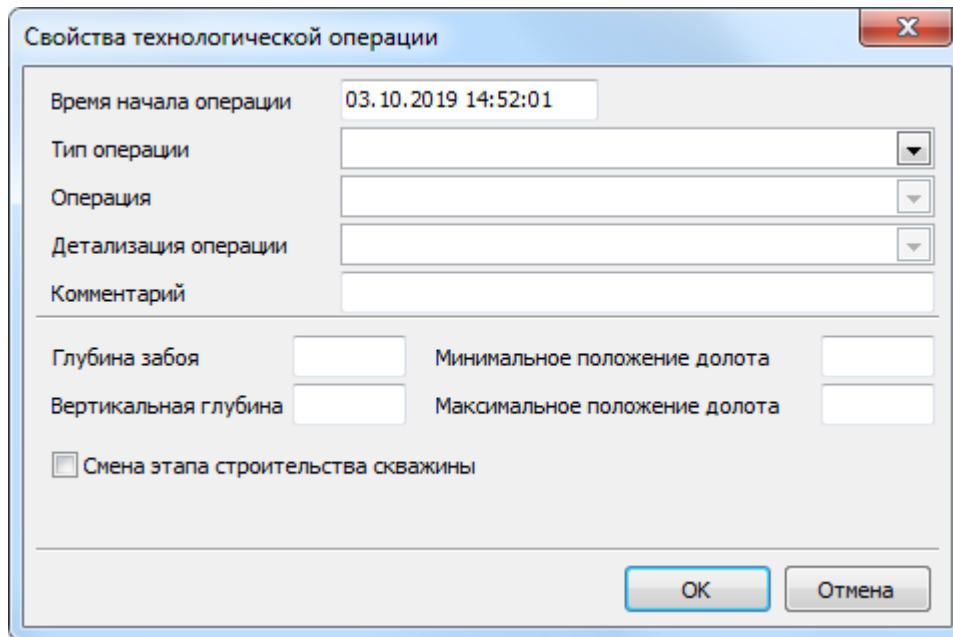

Рисунок 270. Диалог "Свойства технологической операции"
1. Откройте диалог добавления новой технологической операции (Рис. 270) одним из способов:
При редактировании технологической операции работа происходит в диалоге **"Свойства технологической операции"** (Рис. 270).
2. В появившемся диалоге, аналогичном диалогу при добавлении технологической операции (Рис. 270), измените необходимые данные.